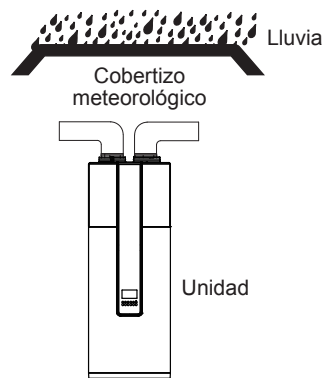

Fig. 3-13
- En caso de que la lluvia penetre en los componentes internos de la unidad, estos podrían dañarse o suponer un peligro físico. (Fig. 3-13)
- En caso de que la unidad esté conectada a un conducto que llegue al exterior, debe instalarse una medida fiable de resistencia al agua en el conducto para evitar que el agua caiga en el interior de la unidad. (Fig. 3-13)